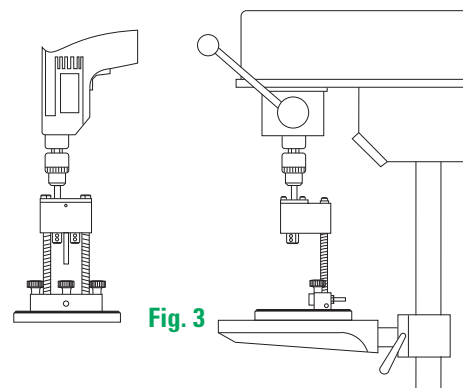

Fig. 3
Preparata l'attrezzatura non ci resta che applicare al perno (1) un trapano elettrico con potenza consigliata di 0,75 kw o in alternativa è possibile utilizzare un trapano a colonna. (vedi Fig. 3).